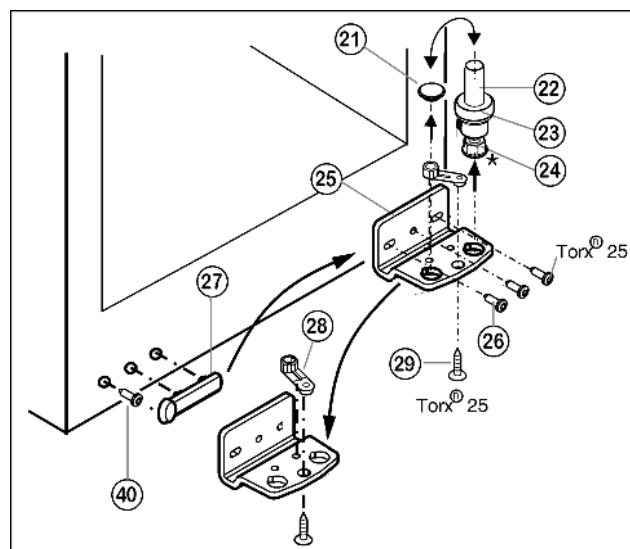

Fig. 5
- ▶ Lagerbout Fig. 5 (22) compleet met schijfje Fig. 5 (23) en stelvoetje* Fig. 5 (24) naar boven eruit trekken.
- ▶ Stop Fig. 5 (21) eraf halen.
- ▶ Lagerbus Fig. 5 (25) losschroeven Fig. 5 (26).
- ▶ Lagerdeel Fig. 5 (28) losschroeven Fig. 5 (29) en in het tegenoverliggende opnamegat van de lagerbus omzetten en weer vastschroeven.
- ▶ Afdekking aan de greepzijde Fig. 5 (27) voorzichtig verwijderen, schroef Fig. 5 (40) uitdraaien en beide aan de andere kant weer aanbrengen.
- ▶ Lagerbus Fig. 5 (25) aan de nieuwe scharnierzijde evt. met behulp van een accuschroevendraaier weer **goed (met 4 Nm)** vastschroeven.
- ▶ Stop Fig. 5 (21) weer in het andere gat plaatsen.
- ▶ Lagerbout *Fig. 5 (22)* compleet met schijfje en stelvoetje* weer aanbrengen. Er daarbij op letten, dat de sluitnok naar achter wijst.
- ▶ Til de stop (33) uit de deurlagerbus en plaats hem om.
- ▶ Deurgreep (32), stoppen (33) en drukplaatjes* (34) verwijderen en aan de andere kant aanbrengen.
- ▶ Plaats de deur van boven op de lagerbout beneden *Fig. 5 (22)*.
- ▶ Plaats de bovenste lagerbus (12) aan de nieuwe scharnierkant in de deur.
- ▶ Bovenste lagerbus (12) **goed (met 4 Nm)** vastschroeven (2 maal Torx® 25) (13). Steek de schroefgaten indien nodig voor of gebruik de accuschroevendraaier.
- ▶ Afdekking (10) en afdekking (11) elk op de tegenoverliggende zijde vastklikken.
- ▶ De deur eventueel via de beide langsgaten in de lagerbus onder *Fig. 5 (25)* ten opzichte van de kast uitlijnen. Daartoe middelste schroef uitdraaien.